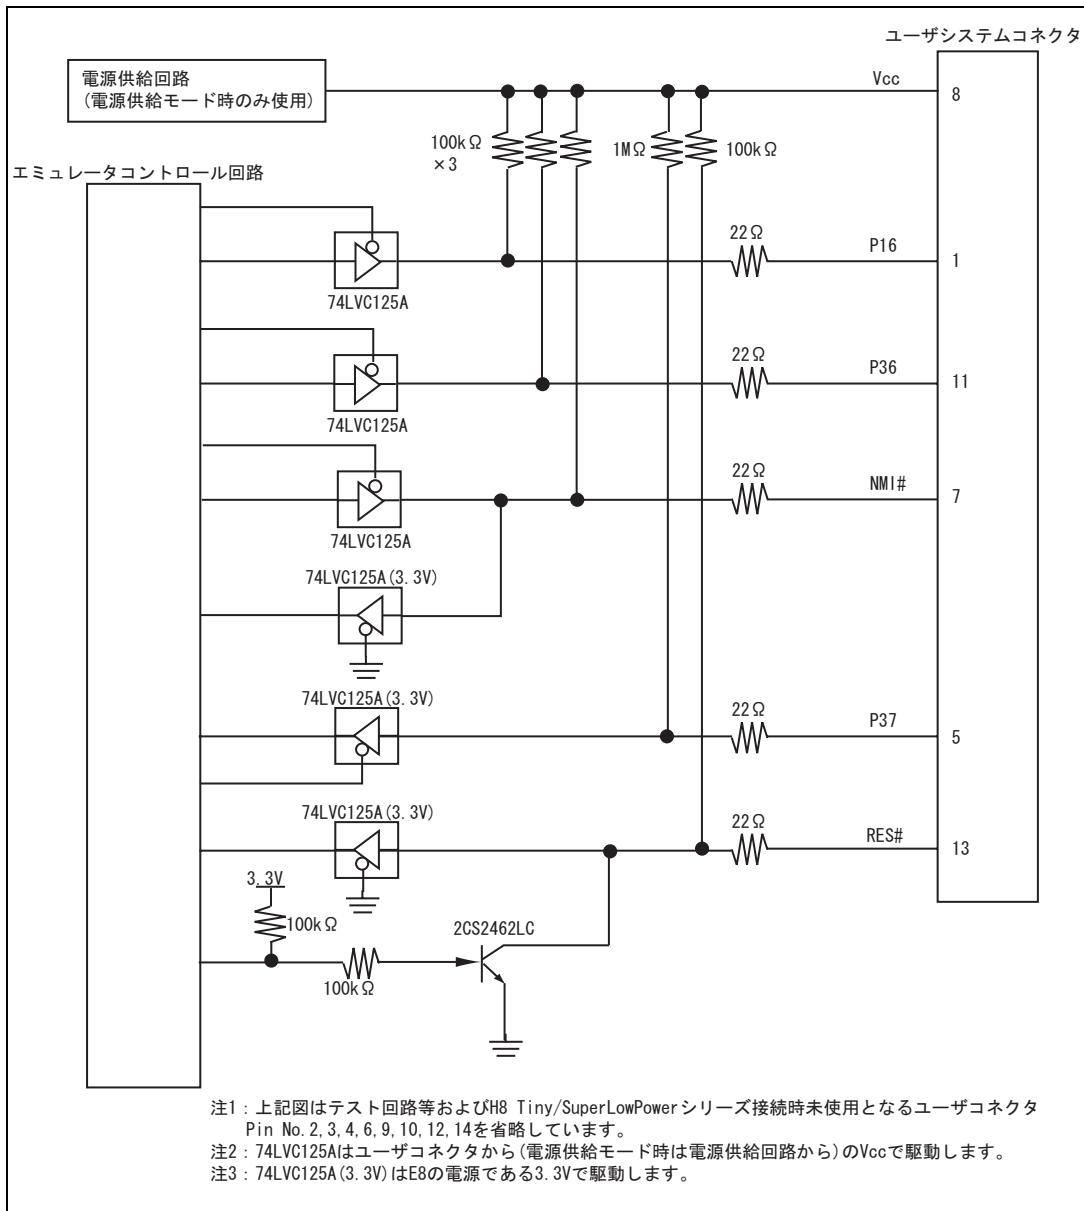
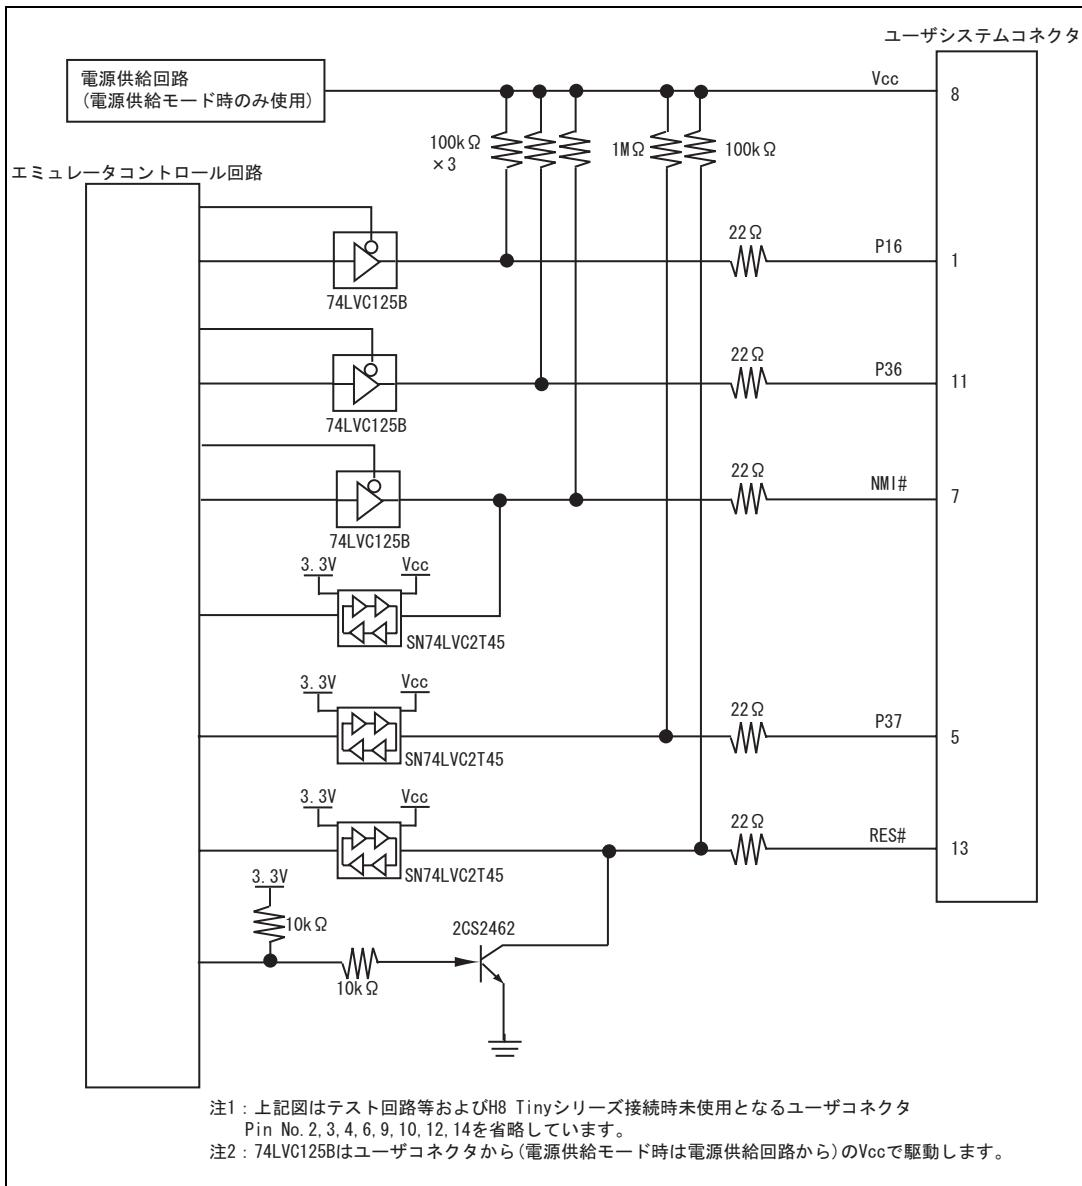

図 4.6 E8 エミュレータ内インタフェース回路（参考）
図 4.7 E8a エミュレータ内インターフェース回路 (参考)
7. 図4.6にE8エミュレータ内インタフェース回路を示します。図4.7にE8aエミュレータ内インタフェース回路を示します。プルアップ抵抗の値などを決定するときに参考にしてください。